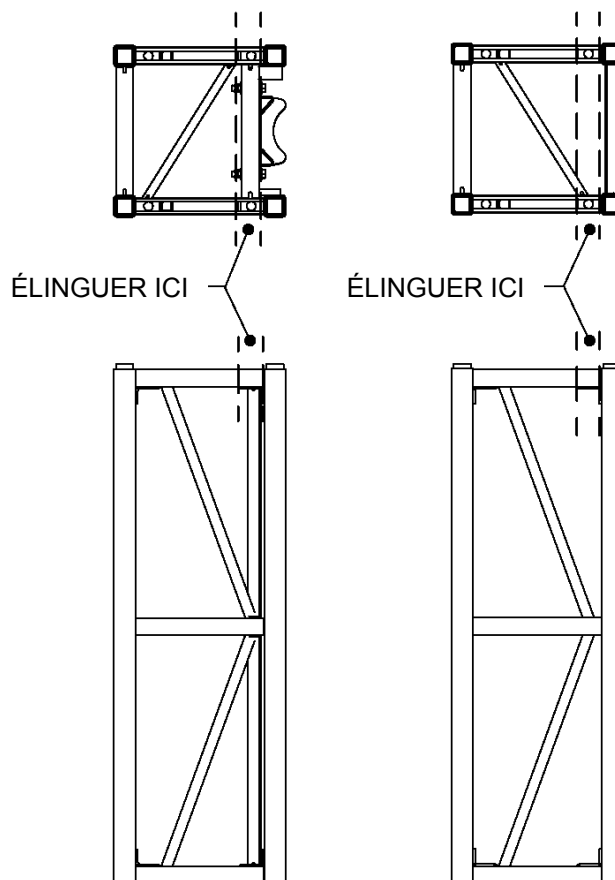

Figure 4
- 2- Les courroies de levage doivent être positionnées du côté du rail pour les ACT-4, ACT-8 et MP-8000(Transporter) ou des barreaux de montée (FRSM 20K), dans les coins où se trouvent les trous d'insertion des boulons. (Voir figure 4 et 5)
3. Référez-vous à la figure 4 ou au manuel d'utilisateur correspondant pour identifier la base requise à utiliser pour le type d'unité élévatrice utilisé. (voir figure 4)